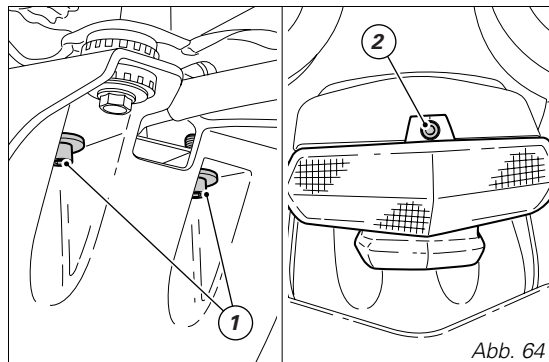

Abb. 64
Die Schraube (2) lösen, dann die Rücklichthalterung (Abb. 64) etwas abziehen.